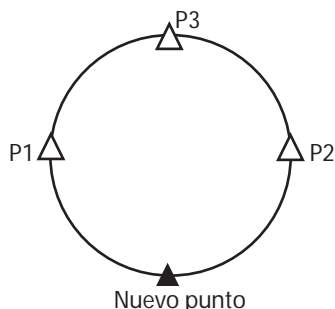

Fig. 2
- 4) Cuando se organizan en la misma circunferencia un nuevo punto (punto de estacionado) y tres o más puntos conocidos. (Consulte la Fig. 2)